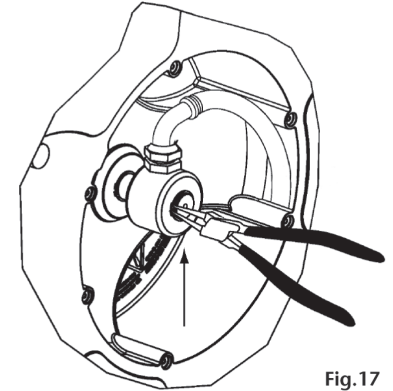

Fig. 17
- Remove the circlip and pull the swivel. Be careful not to damage the swivel O-Ring (fig. 17).
- Quite la arandela de seguridad y tire de la rótula hacia fuera con cuidado de no dañe la junta interior (fig. 17).
- Enlever le circlip et tirez sur la rotule. Attention à ne pas endommager le joint torique intérieur (fig. 17).